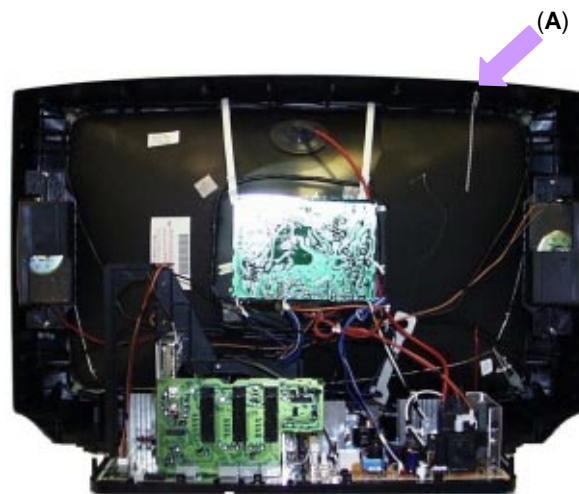

Fig.4.
1. Hold and lift the rear of the chassis and gently pull the chassis toward you, as shown in **Fig.4.**
1. Soutenir et soulever l'arrière du chassis et tirer doucement le chassis vers soi, comme montré sur la **Fig.4.**